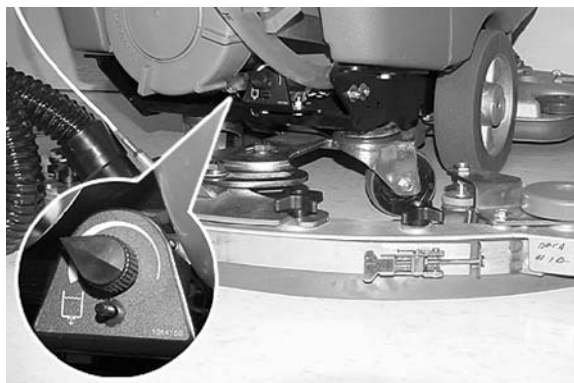

FIG. 21
7. Pour le brossage conventionnel, tournez le bouton de commande du débit de solution pour obtenir le débit de solution souhaité (Figure 21).